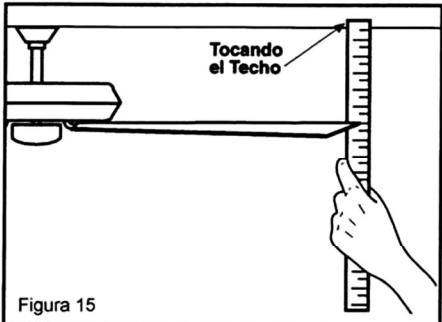

Figura 15
2. Muchos de los problemas de oscilación se producen cuando la altura de las aspas son desiguales. Verificar altura seleccionando un punto en el techo sobre la punta de una de las aspas. Medir desde un punto en el centro de cada aspa al punto en el techo. Medir esta distancia como muestra la Figura 15. Rotar el ventilador hasta que la próxima aspa quede en posición para cada aspa. Las medidas deben mantenerse dentro de $1/8"$. Operar el ventilador por 10 minutos.